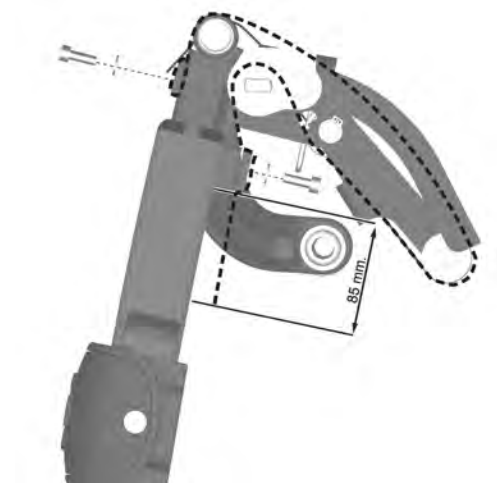

Abbildung 136. Gurtmontage an der Beinstütze.
3. Entfernen Sie ein Gurtende der Beinstütze, indem Sie den unteren Abschnitt der Beinstütze leicht und vorsichtig anheben. Demontieren Sie gleichzeitig die beiden Schrauben an der Vorderseite der Beinstütze. Ziehen Sie die Montageplatte aus der Gurtschleife. Siehe Abb. 136.